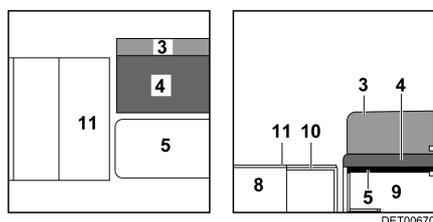

Bild 47 Während des Umbaus
- Sitzplatte (Bild 47,11) der Längssitzbank nach oben klappen.
- Bettkasten-Verlängerung (Bild 47,10) an der Längssitzbank etwas anheben.
- Bettkasten-Verlängerung (Bild 47,10) an der Längssitzbank bis zum Anschlag herausziehen.